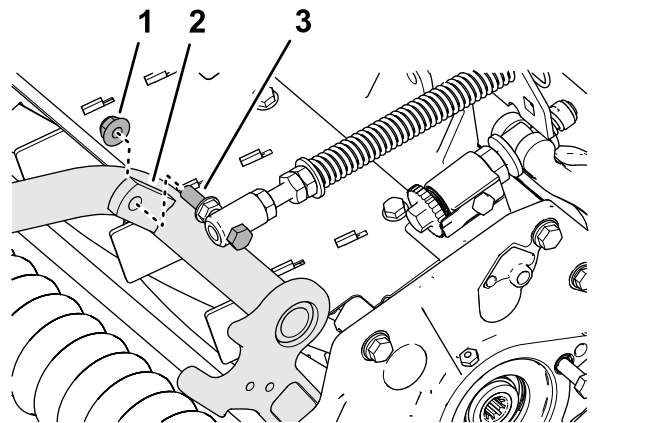

Figure 20
4. Fixez le ressort de compensation sur la patte droite du bâti porteur (Figure 20) avec le contre-écrou à embase ($\frac{3}{8}$ ").